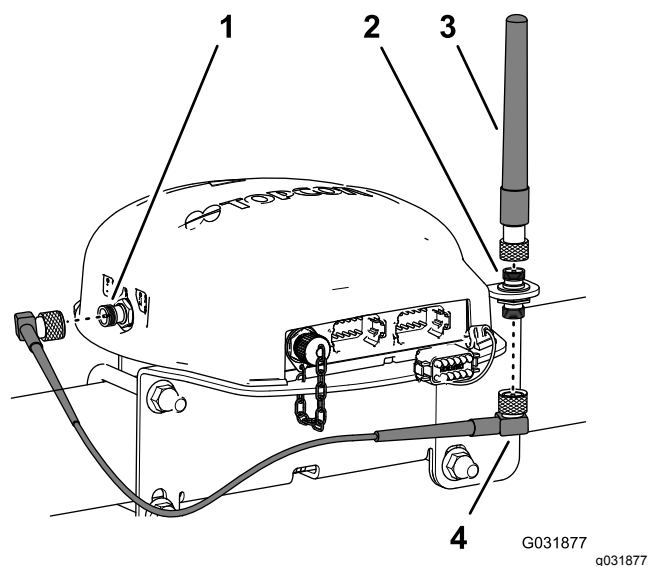

図 154
3. 同軸カップラの上側フィッティングに RTK アンテナを組み付け、アンテナに付いているナットを手締めする図 154。
4. 同軸カップラの下側フィッティングにアンテナ線を仮留めする図 154。
5. ケーブルを、ナビゲーション受信機の後ろを通して、CDMA または GSM 携帯電話用モデムの同軸コネクタまで導く図 154。
6. アンテナ線を、同軸コネクタCDMA または GSM 携帯電話用モデムに接続する 図 154。